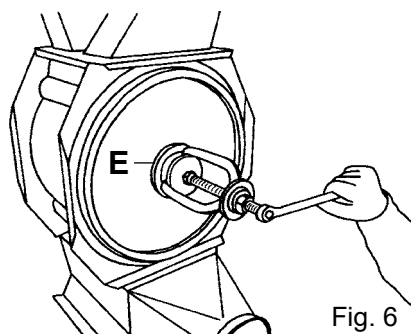

Fig. 6
3. Dévisser la flasque (D) et la retirer, voir figure 6. Pour démonter facilement la flasque, utiliser un outil spécifique (E) pour pouvoir l'enlever au moyen d'une poulie ordinaire. L'outillage peut être fourni par KONGSKILDE sous la référence 121 000 698.